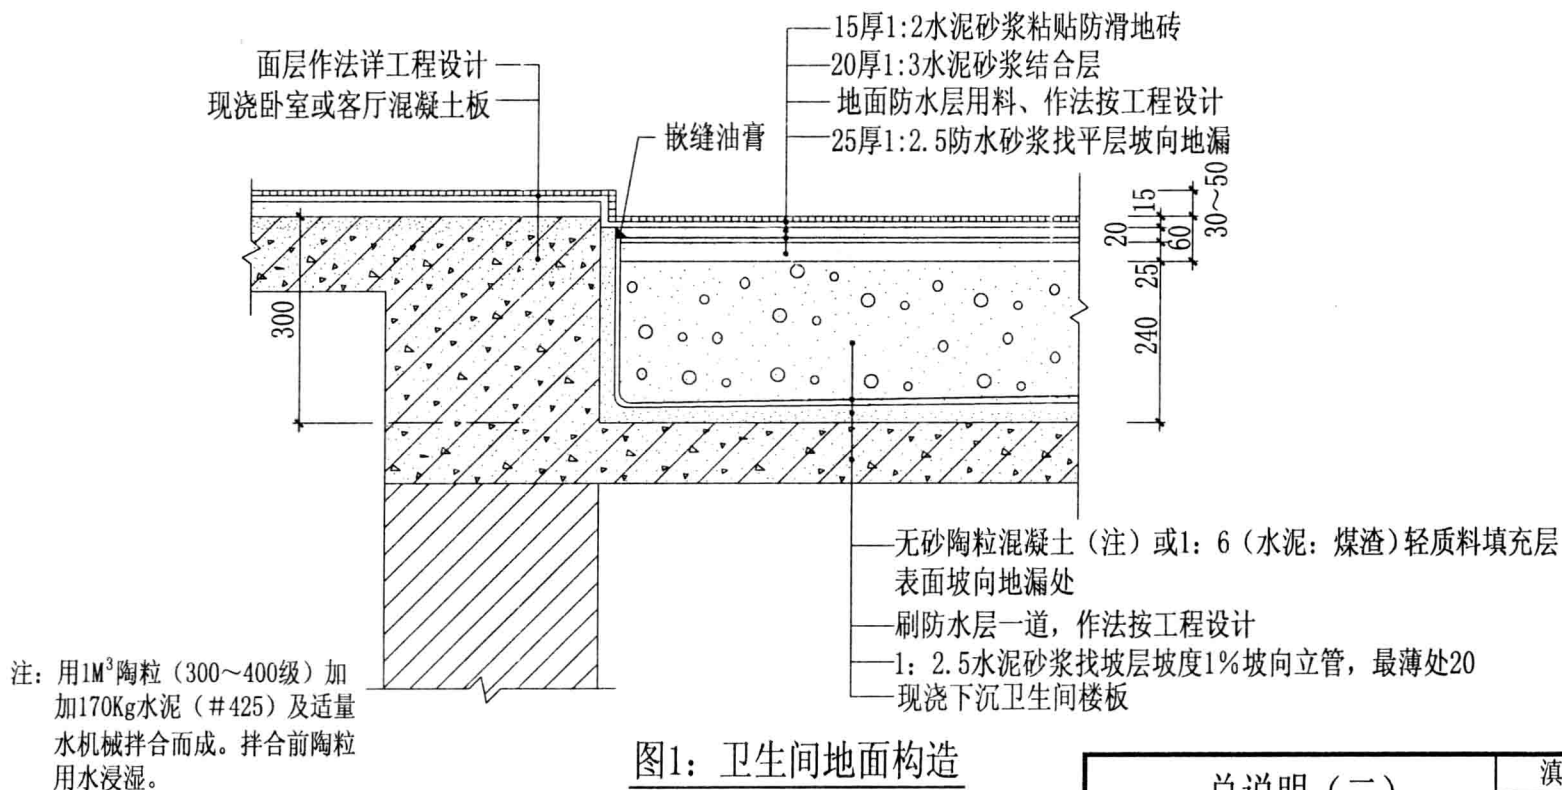

图1：卫生间地面构造
7、下沉楼板的防水构造按二道防水设计，图1是卫生间地面构造：